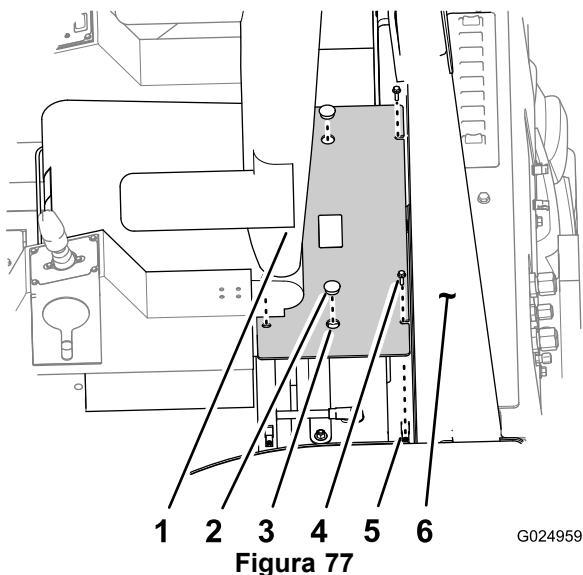

Figura 77
3. Rimuovete i 4 bulloni che fissano il coperchio della batteria alla piattaforma del ROPS (Figura 77).
1. Allineate i fori delle flange di montaggio del coperchio della batteria con i dadi sulla piastra del ROPS attorno alla batteria (Figura 77).
2. Fissate il coperchio della batteria alla piastra del ROPS con 4 bulloni (Figura 77).